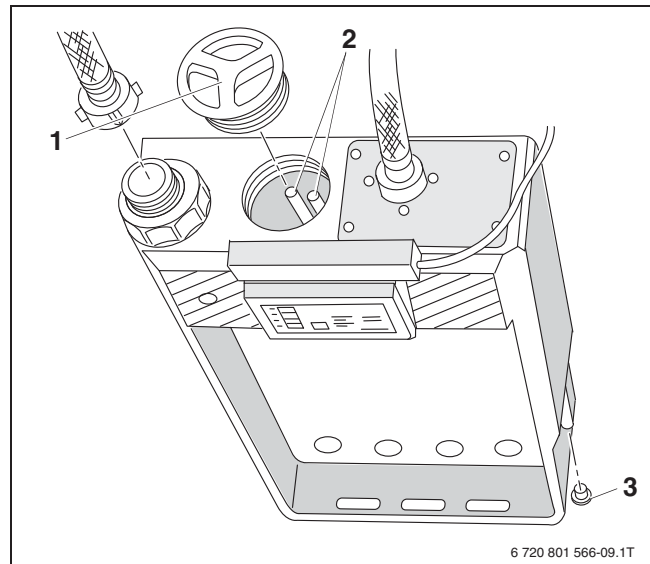

Рис. 9 Чистка устройства нейтрализации
- ▶ Отверните крышку отверстия для чистки (→ рис. 9, [1]) и сливную пробку (→ рис. 9, [3]).
- ▶ При необходимости осторожно очистите электроды (→ рис. 9, [2]).
- ▶ Перенесите устройство на место установки, выровняйте в горизонтальной плоскости, закройте крышкой отверстие для чистки (→ рис. 9, [1]) и вставьте сливную пробку (→ рис. 9, [3]).
- ▶ Проверьте электроды, при необходимости осторожно очистите их (→ рис. 9, стр. 10).